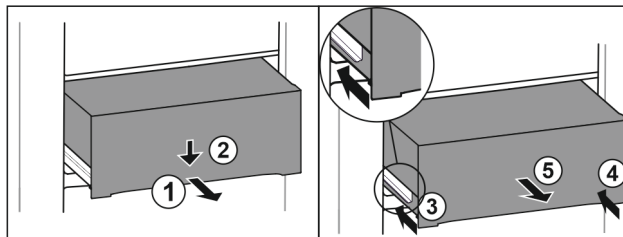

Fig. 152
- Tirer le tiroir jusqu'à mi-chemin. Fig. 152 (1)
- Appuyer sur l'avant du tiroir vers le bas. Fig. 152 (2)
- Insérer le rail gauche d'env. 2 cm. Fig. 152 (3)
- Insérer le rail droit d'env. 2 cm. Fig. 152 (4)
- Retirer le tiroir par l'avant. Fig. 152 (5)